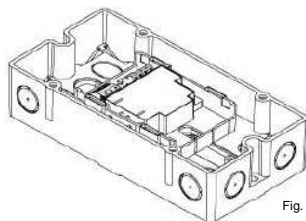

Fig. 4.3.2
- Instalação fora de um gabinete de comutação ou de uma unidade de controle: use caixa FDCH221 (Fig. 4.3.2).
3. Use dois parafusos (M4) para encaixar a caixa numa superfície plana (Fig. 4.3.2). Distância entre furos: $182,0 \pm 1,0$ mm.
2. Fixe o módulo com dois parafusos na carcaça (Fig. 4.3.2).